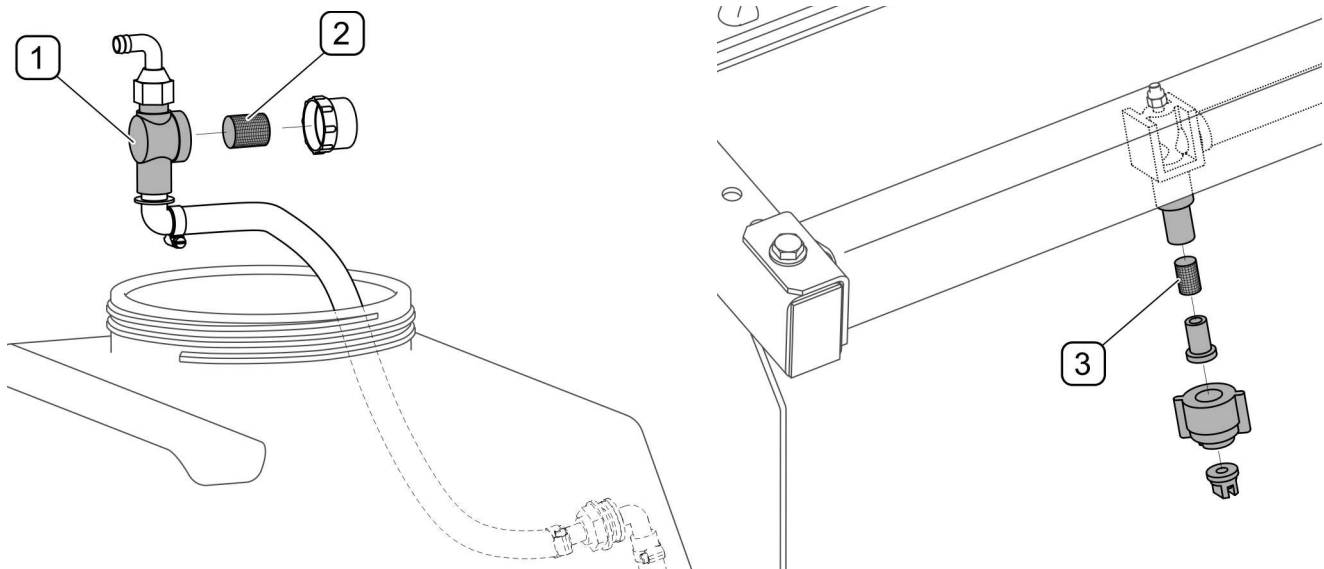

РИСУНОК 5.10 Водяний фільтр
Експлуатація системи поливання полягає в періодичному огляді водопровідної системи та очищенні (РИСУНОК 5.10) фільтрів для води (2) і (3).
У системі поливання є водяний фільтр (2), розміщений у резервуарі для води на лінії всмоктування, який вловлює механічні домішки, а також сітчасті фільтри (3), розміщені в кожному спринклері (РИСУНОК 5.10). Для очищення фільтра (2) вийміть фільтр разом зі шлангом через вхідний отвір бака, відкрутіть корпус і вийміть сітчастий картридж (2), а потім промийте під тиском або очистіть стисненим повітрям. Після встановлення картриджа закрутіть корпус фільтра та перевірте щільність з'єднання. Щоб очистити сітчастий фільтр (3) спринклера, відкрутіть корпус, потім промийте фільтр або продуйте його стисненим повітрям. Перед установкою перевірити прохідність форсунок.